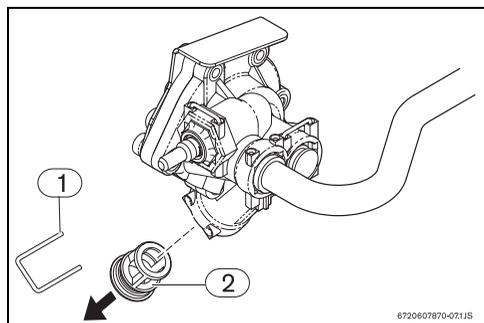

Fig. 9 Purga
- ▶ Retirar la grapilla de fijación de la tapa del filtro (Fig. 9, [1]).
- ▶ Retirar la tapa del filtro (Fig. 9, [2]) del cuerpo de agua.